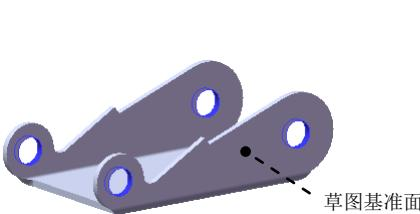

图 16.3.8 切除—拉伸 1
- (4) 单击对话框中的 按钮，完成镜像 1 的创建。
Step5. 创建图 16.3.8 所示的切除—拉伸 1。
- (1) 选择命令。选择下拉菜单 **插入(I)** → **切除(C)** → **拉伸(E)…** 命令。
- (2) 定义特征的横断面草图。
- ① 定义草图基准面。选取图 16.3.8 所示的表面作为草图基准面。